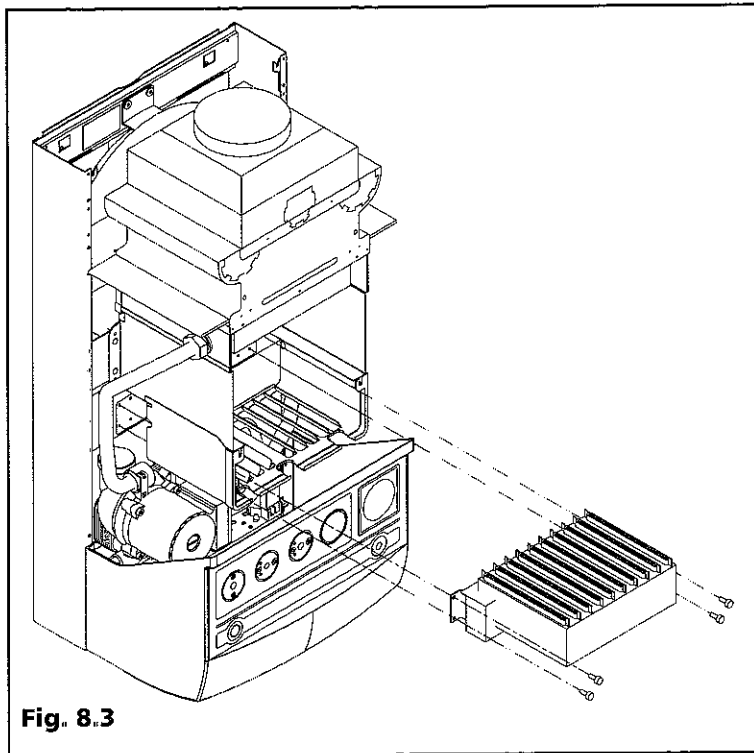
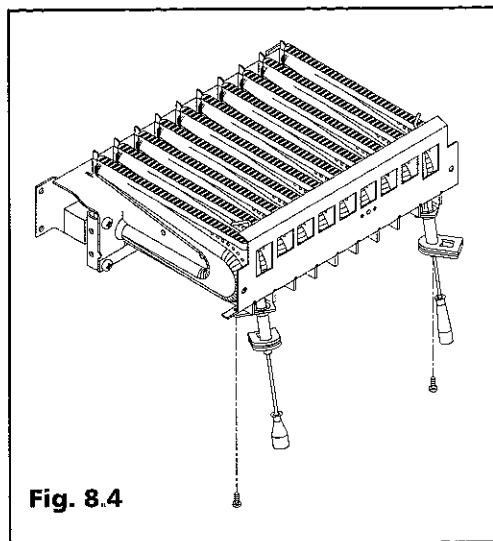

Fig. 8.3
Fig. 8.4
8.4 Bruciatore ed elettrodi di accensione e di rilevazione (Fig. 8.3 - 8.4)
Rimuovere il coperchio della camera di combustione svitandone le cinque viti di fissaggio. Allentare il dado che fissa la rampa di collegamento tra valvola del gas e bruciatore. Rimuovere le quattro viti che fissano il bruciatore (fig. 8.3) che si inclinerà in avanti: sfilarlo e appoggiarlo delicamente sulla camera di combustione. Allentare le viti di fissaggio degli elettrodi e, con cura, togliere gli stessi (fig. 8.4). Verificare i collegamenti elettrici sull'apparecchiatura di controllo e regolazione consultando gli schemi elettrici riportati nella sezione 5. Per riassemblare il tutto, procedere in senso inverso.